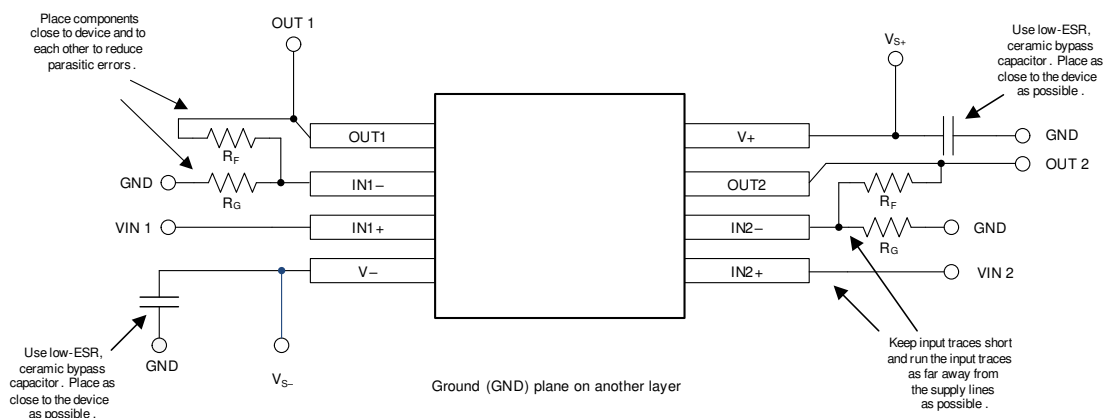

图 10-2. 布局示例
- 外部元件的位置应尽量靠近器件，如图 10-2 中所示。使  $R_F$  和  $R_G$  接近反相输入可最大限度地减小寄生电容。